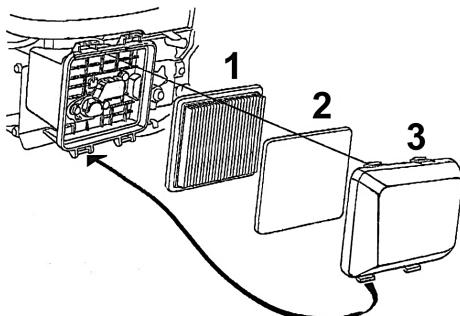

Рис.16 Конструкция воздушного фильтра
1. Нажмите на фиксаторы и снимите крышку воздушного фильтра (Рис. 16 п. 3).
2. Извлеките из крышки воздушного фильтра предварительный воздушный фильтр (Рис. 16 п. 2).
3. Извлеките основной воздушный фильтр (Рис. 16 п. 1).
Основной (бумажный) воздушный фильтр (Рис. 16 п. 1) не подлежит очистке, необходимо его замена. Эксплуатация двигателя с грязным или поврежденным воздушным фильтром, или без воздушного фильтра приведет к попаданию грязи и пыли в карбюратор и двигатель, что в свою очередь, станет причиной его быстрого износа. Двигатель в этом случае не подлежит ремонту по гарантии.